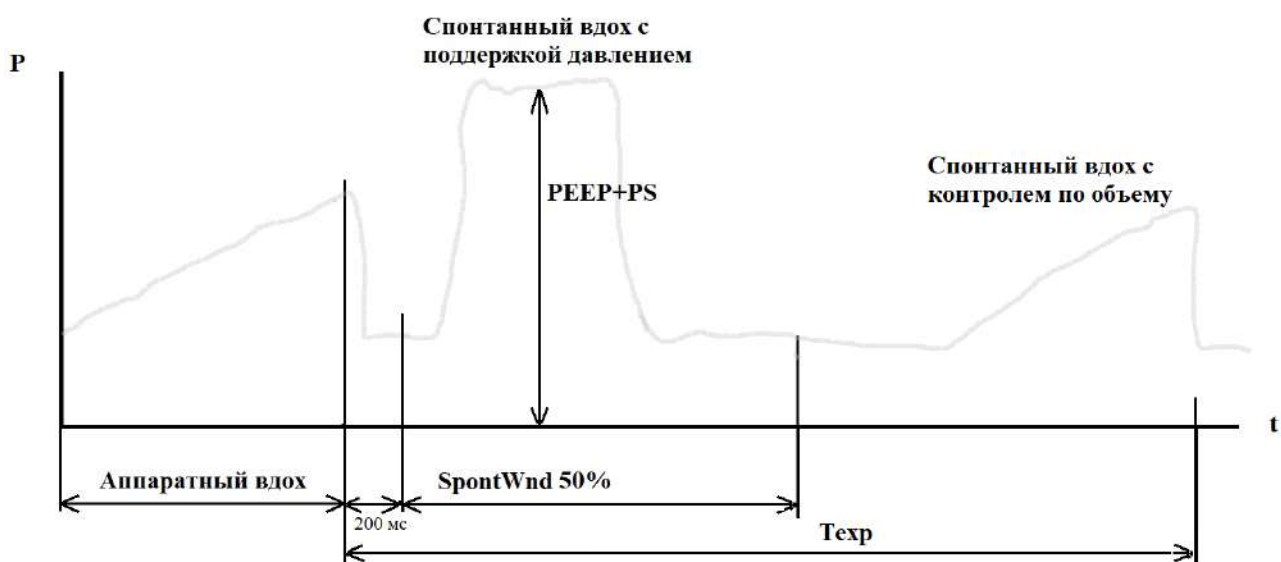

Рисунок 3 Пр. 1.3 – Схема работы режима SIMV/VC при установке SpontWnd 50 %
– При промежуточных значениях, например, **SpontWnd 50%** попытка вдоха пациента поддерживается давлением PS в промежутке спонтанного окна. По окончании спонтанного окна и до завершения времени выдоха Texr попытка пациента совершить вдох будет поддержана заданным объемом вдоха (рисунок 3 Пр. 1.3).